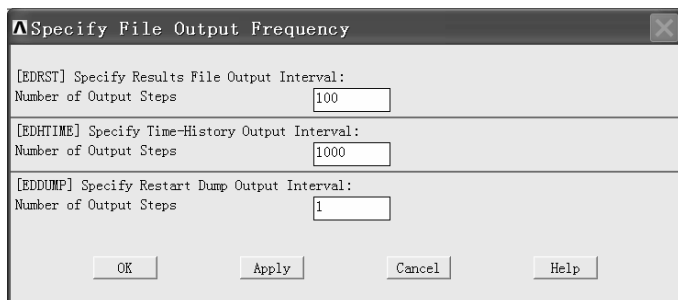

图 4-31 “Specify File Output Frequency”窗口
(4) 在“Specify Output File Types for LS-D...”窗口中“File options”后的方框中选择“Add”(单击该方框后的倒立三角形来选择), 在“Produce output for...”后的方框中选择“LS-DYNA”(单击该方框后的倒立三角形来选择), 然后单击该窗口中的“OK”按钮。
(5) 依次选择 Main Menu>Preprocessor>Solution>Output Controls>File Output Freq>Number of Steps, 弹出“Specify File Output Frequency”窗口(见图4-31)。